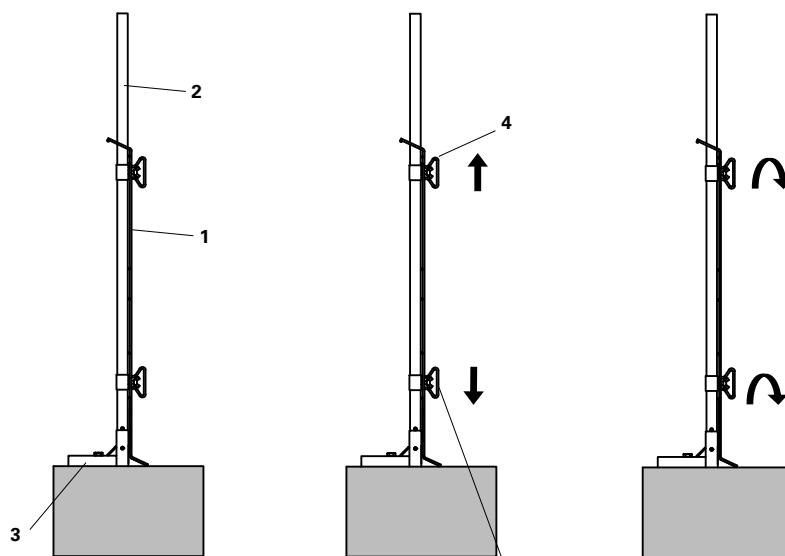

Fig. A6.02
1. Installare l'attacco montante parapetto (3), vedere Sezione A2-A3. (Fig. A6.02)
2. Installare il montante parapetto (2) e gli attacchi scorrevoli per grigliato (4), vedere Sezione A5. (Fig. A6.02)
3. Montare il grigliato di protezione PMB S (1) sul montante parapetto. (Fig. A6.02)
4. Portare in posizione i due attacchi scorrevoli per grigliato (4): l'attacco scorrevole superiore per posizionare in altezza il grigliato di protezione PMB S, l'attacco scorrevole inferiore con funzione di blocco anti-sollevamento per il grigliato di protezione PMB S. (Fig. A6.02)
5. Per fissare l'attacco scorrevole per grigliato, ruotare il dado (4a) in senso orario. (Fig. A6.02)